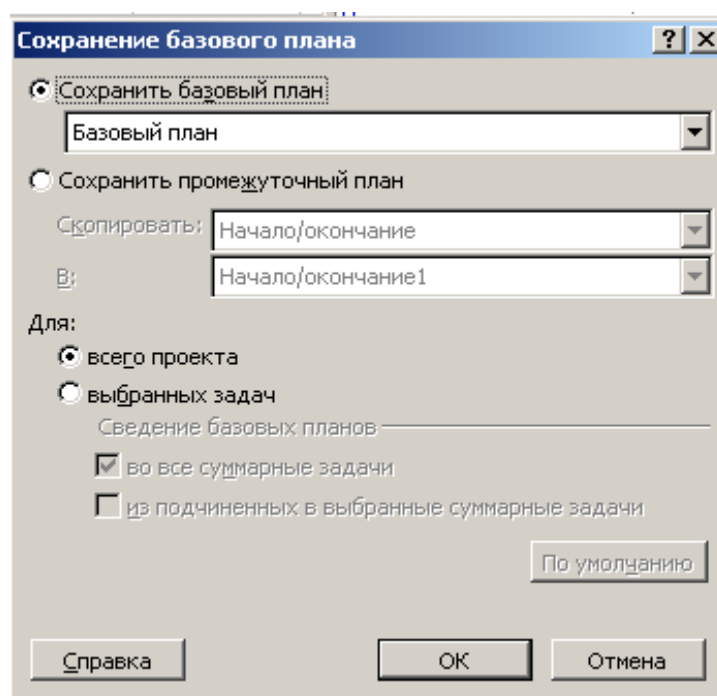

Рис. 45. Диалог (Сохранение базового плана)
- Выберите команду меню (Сервис • Отслеживание • Сохранить базовый план). На экране появится диалог (Сохранение базового плана) (рис. 45).